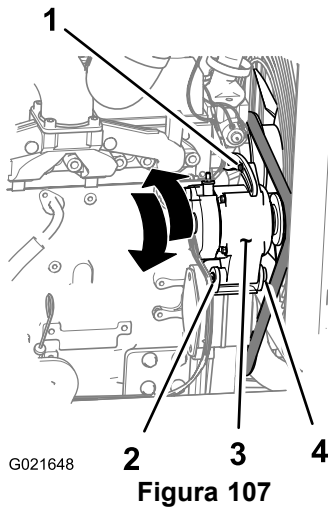

Figura 107
- 3. Solte o parafuso e a porca no ponto de articulação do alternador (Figura 107).
- 4. Afrouxe o parafuso de ajuste no alternador (Figura 107).
- 5. Para aumentar a tensão da correia, afaste o alternador do motor; para reduzir a tensão da correia, aproxime o alternador do motor (Figura 107).
- 6. Aperte o parafuso de ajuste do alternador (Figura 107).
- 8. Se a tensão da correia estiver correta, aperte a porca e o parafuso no ponto de articulação do alternador (Figura 107); caso contrário, repita os procedimentos 4 a 7.